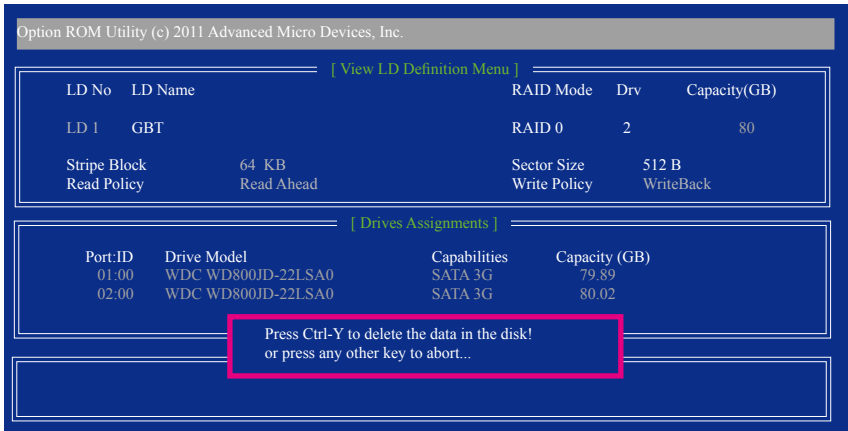

图10
2. 之后您将进入如图10的「View LD Definition Menu」视窗。在此视窗里您可以看到包含在此磁盘阵列的磁盘成员。若您确定要删除该磁盘，请按<Ctrl>+<Y>键或按任意键取消。